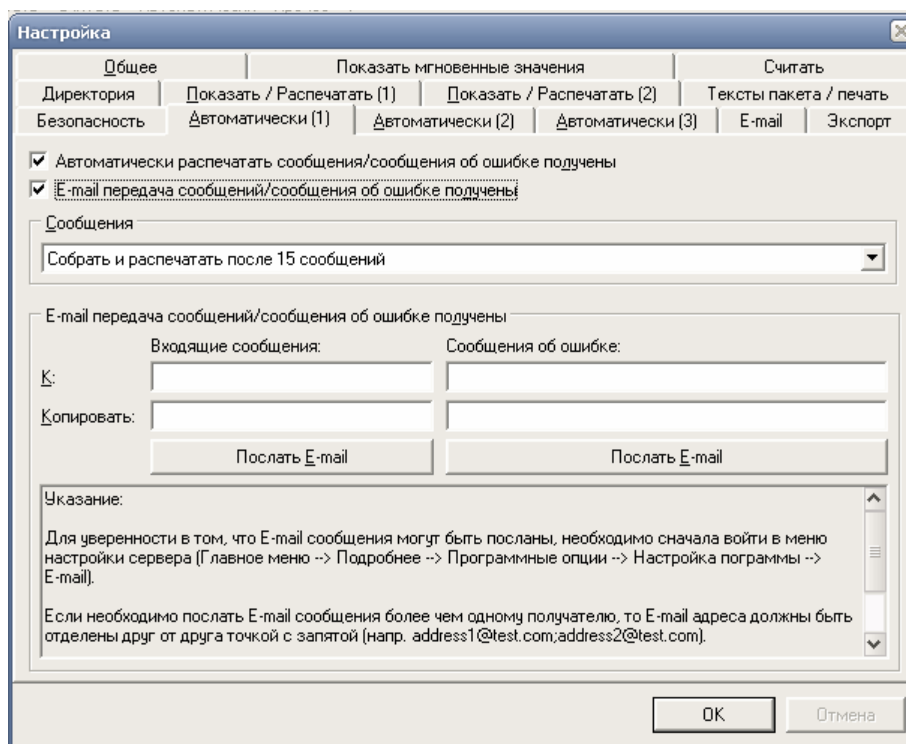

Рис. 23
Закладка **«Автоматически (1)»** предназначена для возможности распечатки и передачи на E-mail сообщений об ошибках. Можно выбрать вариант, когда будут проводиться данные действия. (Рис.23)